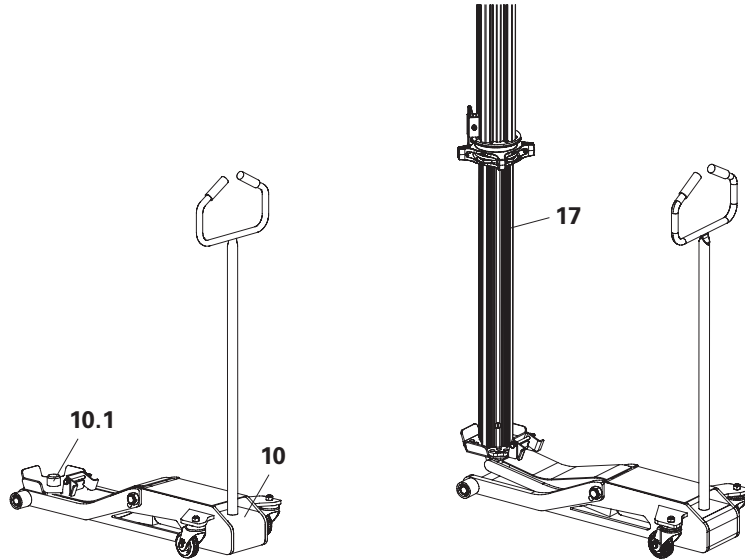

Fig. A6.01
Accueillez l'étau MP (17) sur le pivot de centrage (10.1) du Dispositif d'Abaissement Hydraulique STN (10). (Fig. A6.01)